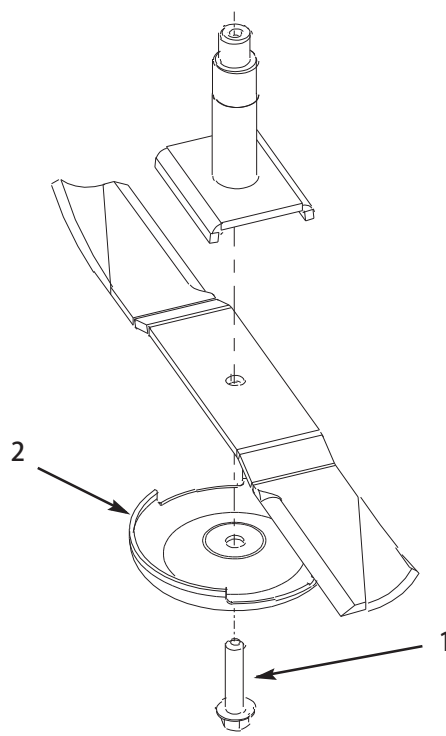

図 33
2. ぼろきれや厚いパッドの入った手袋を使ってブレードの端部をしっかり握る。スピンドルのシャフトからブレード・ボルト、芝刈り防止カップ、ブレードを取り外す（図33）。